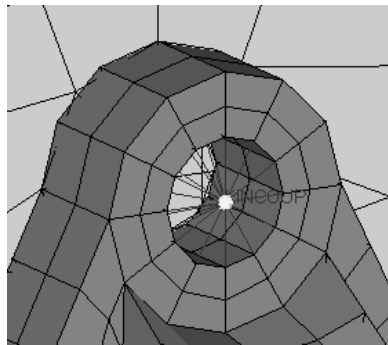

图 10-15 Kinematic coupling
- (9) 单击 create 按钮创建*KINEMATIC_COUPLING。
- (10) 在 Model Browser 右击 bracket component 并选择 Show 以便展示 bracket, 如图 10-15 所示。